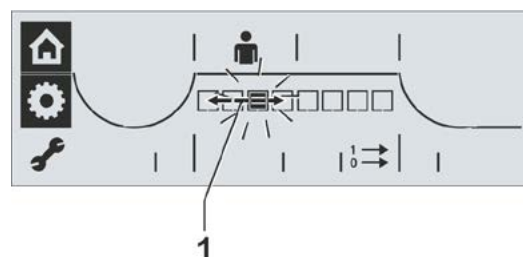

Abb. 2: Meldung-Set auswählen
- Drive Controller drücken. Das schwarze Segment, das den eingestellten Meldung-Set anzeigt, blinkt (Abb. 2).
- Drive Controller drehen und den gewünschten Meldung-Set auswählen (Abb. 2, Pos. 1). Das Segment in der Skala zeigt entsprechend den gewählten Meldung-Set, wobei die erste Stelle links für Meldung-Set 1 steht.